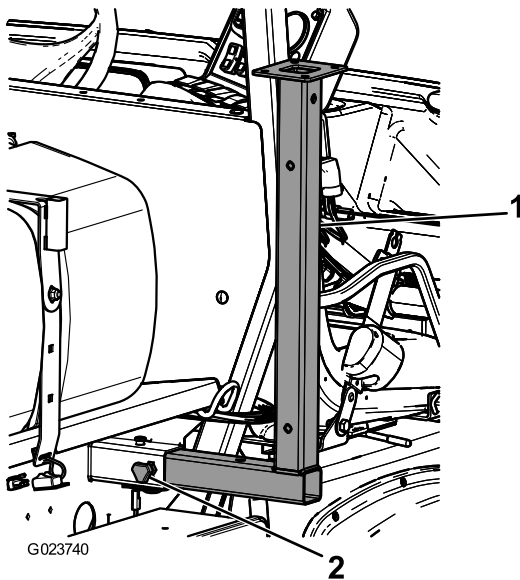

Bild 50
1. Setzen Sie die vorderen Stützbocke umgedreht in den Rahmen in der Nähe der vorderen Vergurtungsstellen ein (Bild 50).